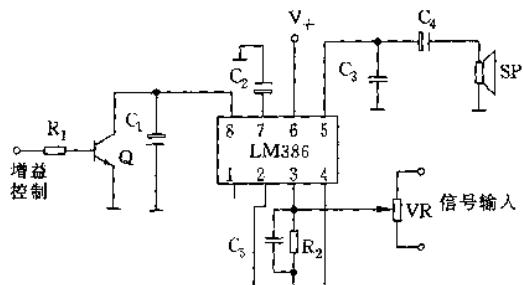

图 2-64
(2)功放 LM386 构成的放大器如图 2-64 所示,其中  $Q$  为增益控制开关管, $C_1$  为增益调节电容, $C_3$  为补偿电容,补偿高频段相位,防自激,并可抵消扬声器电